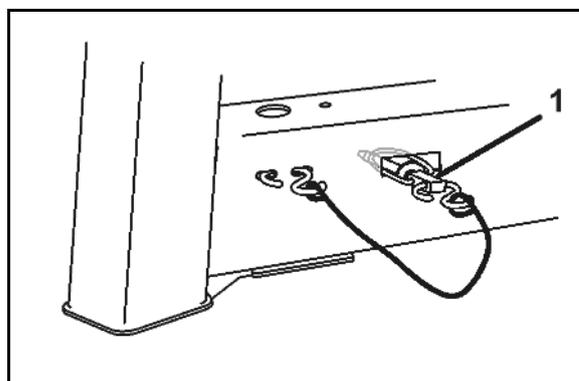

Fig. 46
6. Montez les roulettes fixes (Fig. 46/1) à l'arrière
- o et bloquez-les en plaçant une goupille (Fig. 46/2) dans les alésages centraux,
Veillez lors du montage des roulettes fixes à ce que l'axe (Fig. 46/3) soit enchâssé dans l'alésage du bâti et maintienne ainsi les roulettes dans le sens de la longueur.